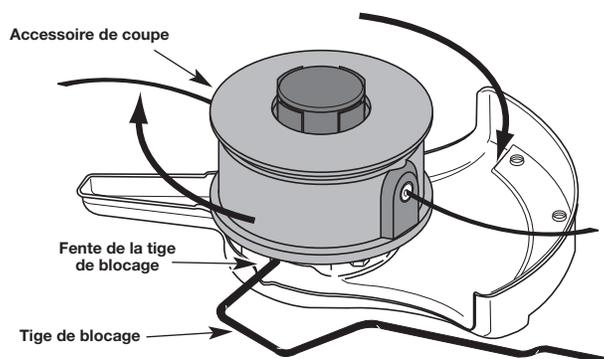

Fig. 8
3. Tout en tenant la tige de blocage, retirez l'accessoire de coupe de l'arbre de sortie en le tournant à droite (Fig. 8). Rangez l'accessoire de coupe pour un usage ultérieur.